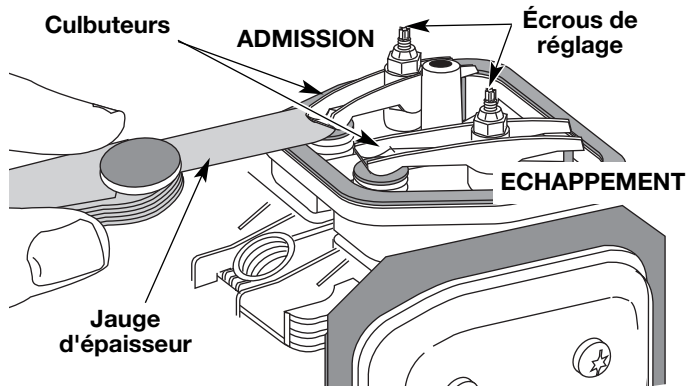

Fig. 37
9. Glissez la jauge d'épaisseur entre le culbuteur et le ressort de rappel de la soupape. Mesurez le jeu entre la tige de soupape et le culbuteur (Fig. 37). Faites-le pour les soupapes d'admission et d'échappement.
LL'écart de jeu recommandé pour l'admission et l'échappement est de 0,076 – 0,152 mm (0,003 – 0,006 po). Servez-vous d'une jauge d'épaisseur d'automobile standard de 0,127 mm (0,005 po). La jauge d'épaisseur devrait pouvoir glisser entre le culbuteur et la tige de soupape en rencontrant une faible résistance mais sans coller (Fig. 37 et 38).